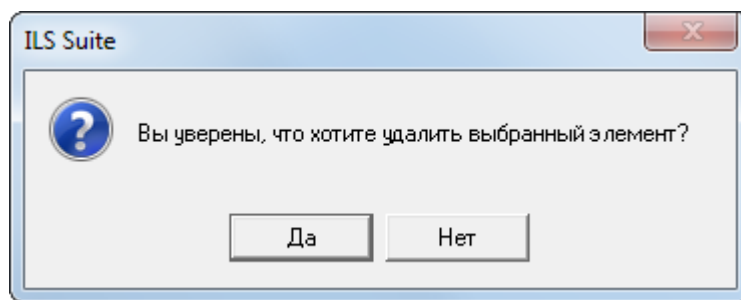

Рис. 20-17 – Диалоговое окно при удалении экземпляра изделия
4) В открывшемся диалоговом окне нажать «Да» для подтверждения действия (рис. 20-17).